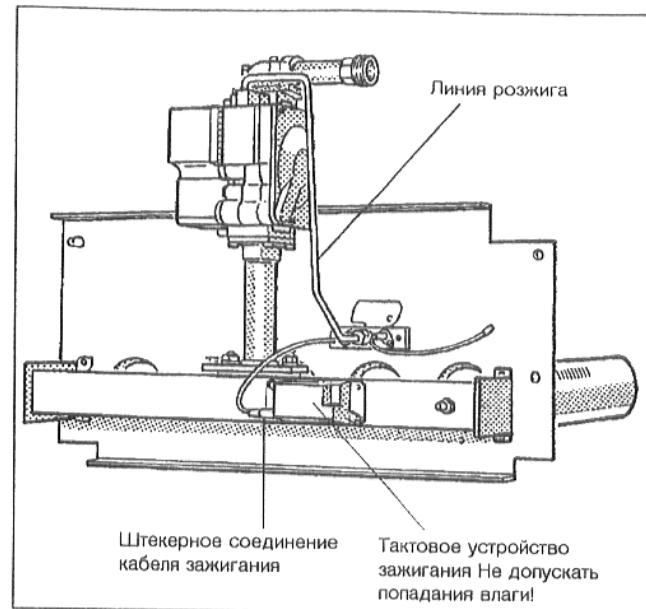

Рис. 33: Газовая горелка
- Отключить штекерное соединение кабеля зажигания на тактовом устройстве зажигания (Рис. 33).
- Снять линию розжига с горелки розжига (Рис. 33).
- Ослабить по два винта на горелке розжига и осторожно вынуть горелку розжига (Рис. 33).
- Погрузить стержни горелки в воду с моющим средством и очистить их щеткой. При этом следить за тем, чтобы не произошло намокание теплоизоляции на щите горелки и такового устройства зажигания! При необходимости отвинтить тактовое устройство зажигания (Рис. 33).